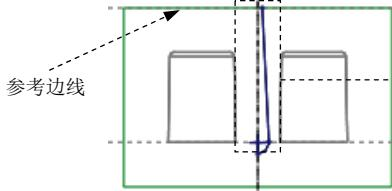

图 25.7 截面草图
(1) 选取旋转类型。在出现的操控板中，确认“实体”类型按钮 被按下。
(2) 定义草绘截面放置属性。右击，从快捷菜单中选择 **定义内部草绘...** 命令。草绘平面为 MOLD_FRONT，草绘平面的参考平面为 MOLD_RIGHT 基准平面，草绘平面的参考方位是 **右**，单击 **草绘** 按钮。至此，系统进入截面草绘环境。
(3) 进入截面草绘环境后，选取 MOLD_RIGHT 和 MAIN_PARTING_PLN 为草绘参考和图 25.7 所示的边线为参考边线，绘制图 25.7 所示的截面草图。完成特征截面后，单击“草绘”操控板中的“确定”按钮 。